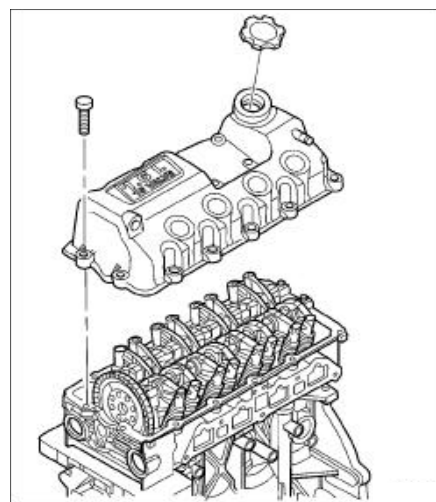

图. 41气门室盖
- (1) 脱开蓄电池负极桩头。
- (2) 脱开来自气缸盖PVC真空处。
- (3) 脱开点火线圈和电容电容插头。
- (4) 拆出火花塞分缸线, 并用旋出高压线。
- (5) 拆卸点火线圈螺栓, 然后取出点火线圈。
- (6) 拆卸点火线圈电容器。
- (7) 拆卸气门室盖螺栓。
- (8) 拆卸气门室盖(图. 41)。